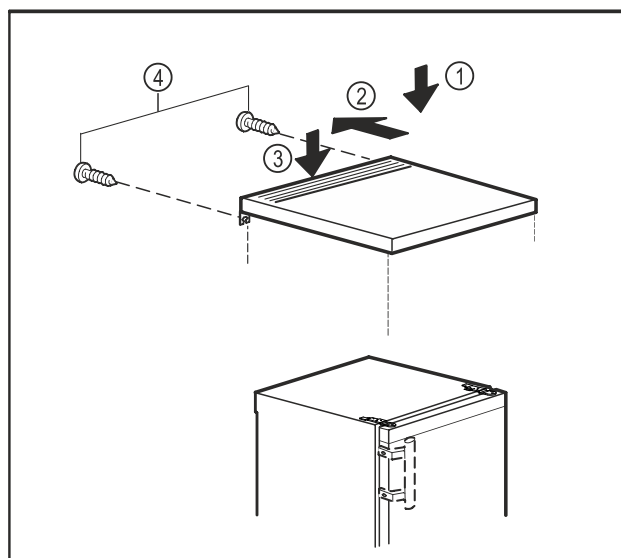

Fig. 6
- ▶ Tischplatte auf das Gerät legen. Fig. 6 (1)
- ▶ Tischplatte nach hinten schieben. Fig. 6 (2)
- ▶ Tischplatte hinten nach unten drücken. Fig. 6 (3)
- ▶ Schrauben an der Rückseite festschrauben. Fig. 6 (4)